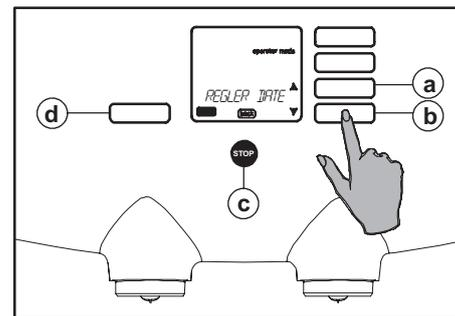

Fig. 55 Réglage de la date
5. Utilisez les boutons de défilement \updownarrow jusqu'à ce que l'option "RÉGLER DATE" apparaisse à l'écran (fig. 55 a ou b).
6. Appuyez sur le bouton Enter (fig. 55 d). L'écran affiche : "JOURNÉE".
7. Appuyez de nouveau sur le bouton Enter (fig. 55 d).
8. Sélectionnez le jour correct (du lundi au dimanche) avec les boutons de défilement \updownarrow (fig. 55 a ou b).
9. Appuyez sur le bouton Enter (fig. 55 d) pour confirmer le paramètre. L'écran affiche : "JOURNÉE" de nouveau.
- Appuyez trois fois sur le bouton Stop (fig. 55 c) pour quitter la programmation ;
- ou utilisez les boutons de défilement \updownarrow (fig. 55 a ou b) pour sélectionner les options "JOUR, MOIS ou ANNÉE", si vous souhaitez également les modifier.
11. Appuyez sur le bouton Enter (fig. 55 d) et utilisez les boutons de défilement \updownarrow (fig. 55 a ou b) pour modifier le jour (1-31), le mois (1-12) ou l'année.
12. Appuyez sur le bouton Enter (fig. 55 d) pour confirmer le paramètre.
13. Ensuite, appuyez sur le bouton Stop (fig. 55 c), une fois si vous souhaitez également modifier "L'HEURE", ou trois fois pour quitter la programmation.
14. Après avoir appuyé une fois sur le bouton Stop, l'écran affiche : "RÉGLER DATE" (fig. 55 c).